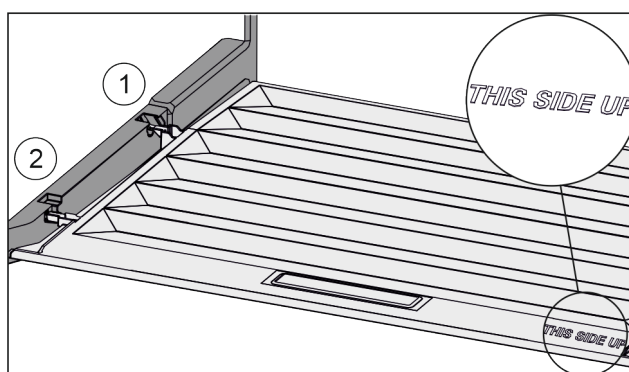

Fig. 61
- ▶ Výstupky víka zaveďte do zadních držáků Fig. 61 (1) a vpředu zaklesněte do držáku Fig. 61 (2).